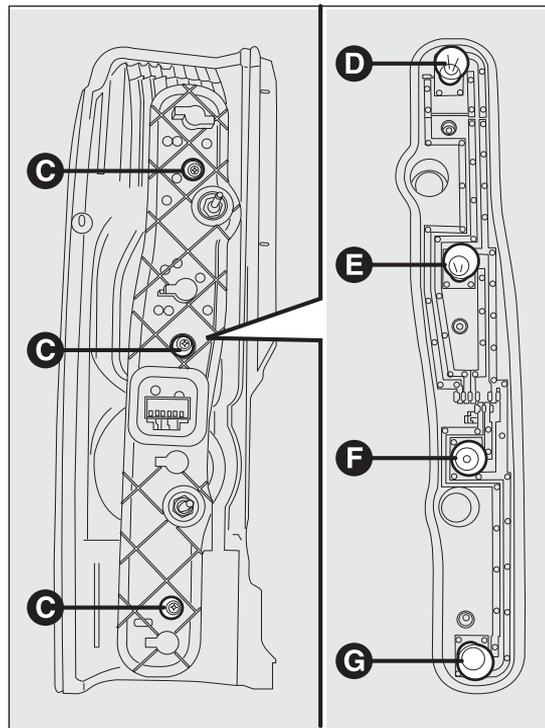

Abb. 199
- die Schrauben C Abb. 199 mit dem mitgelieferten Schraubenzieher herausdrehen und den Lampensockel herausziehen;